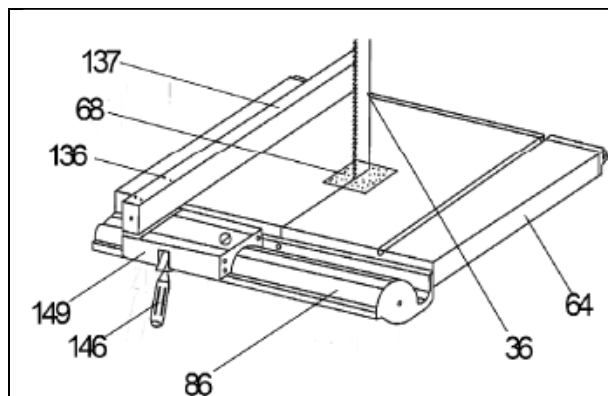

Рис. 2
1.7. Установить параллельный упор в сборе на поверхность рабочего стола, затем ослабить рукоятку (поз. 146) и вставить основание параллельного упора в направляющие, затем зафиксировать рукоятку для закрепления верхнего параллельного упора в сборе (**Рис. 2,3**).